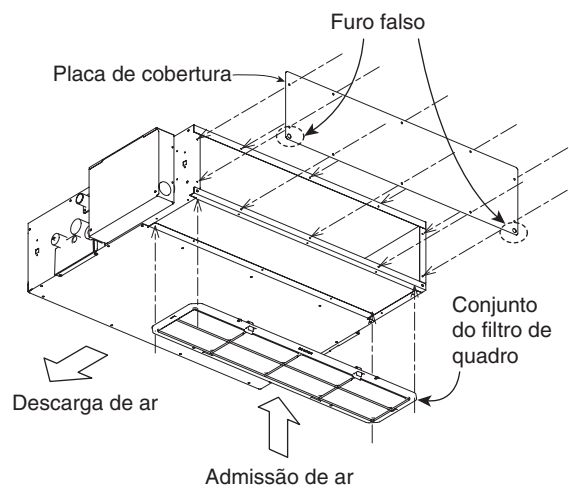

Fig. 3-5
- (2) Consulte o diagrama para fixar a placa de cobertura e o conjunto do filtro de quadro na direcção da seta. (Fig. 3-5) Nota: Fixe a tampa com os furos falsos para baixo.